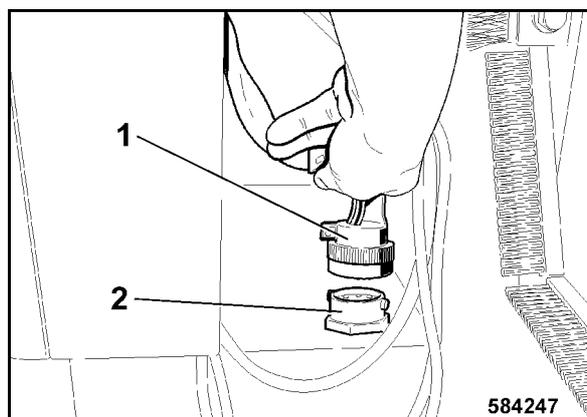

Рис. 229
- Вставить штекер 1 (Рис. 229) в розетку (2).